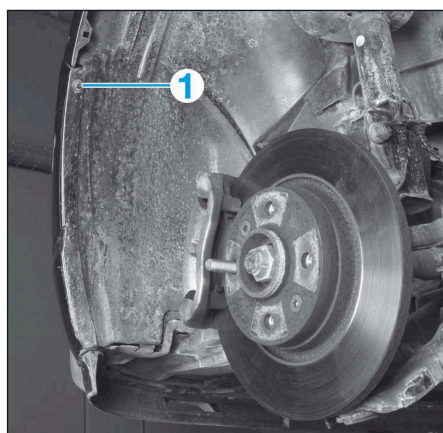

FIG.57
- De chaque côté, déposer la vis (1) (Fig.57).